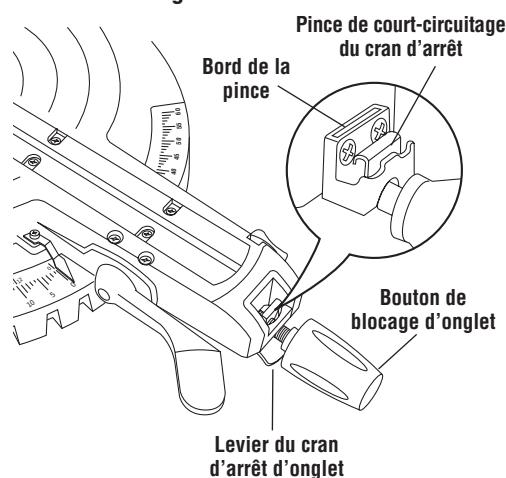

Figure 26. Court-circuitage du cran d'arrêt
2. Poussez la pince de court-circuitage du cran d'arrêt vers l'avant et verrouillez en place par-dessus le bord. Relâchez la levier du cran d'arrêt d'onglet (Figure 26)